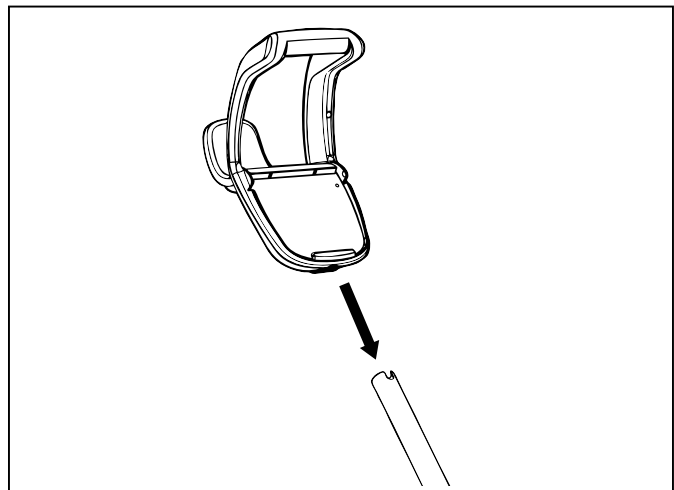

Figure 6. Fixer la poignée du chariot
7. Glisser le module de base/l'accessoire de la poignée du chariot vers le bas, le long du tube en métal jusqu'à ce qu'il s'encliquète en place. (Voir Figure 6).